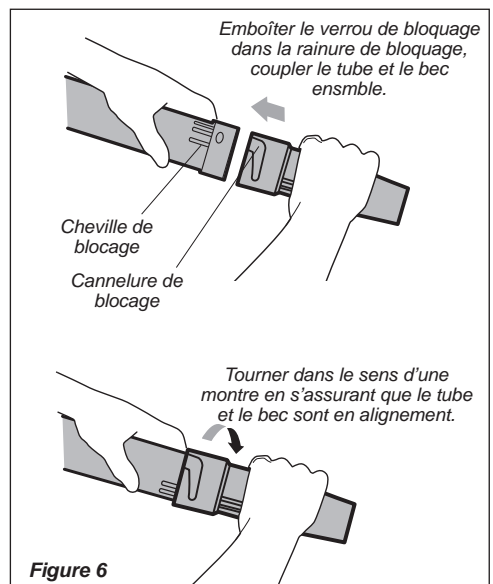

Figure 6
8. Saisir le bec et emboîter le bec au verrou bloquant du tube pivotant, en s'assurant que le fil statique est sécurisé. Voir Figure 6.
9. Verrouiller le bec au tube pivotant en tournant le bec pour s'assurer d'un bon alignement. Voir Figure 6.